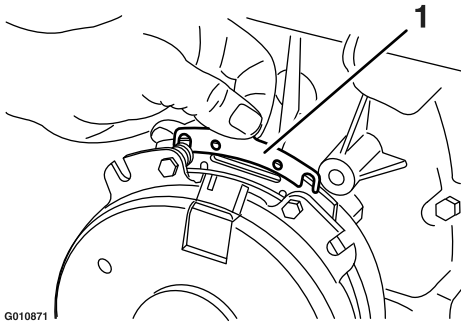

Figura 69
- B. Usando un alicate de punta fina, o a mano, sujete la pestaña y retire el suplemento (Figura 69).